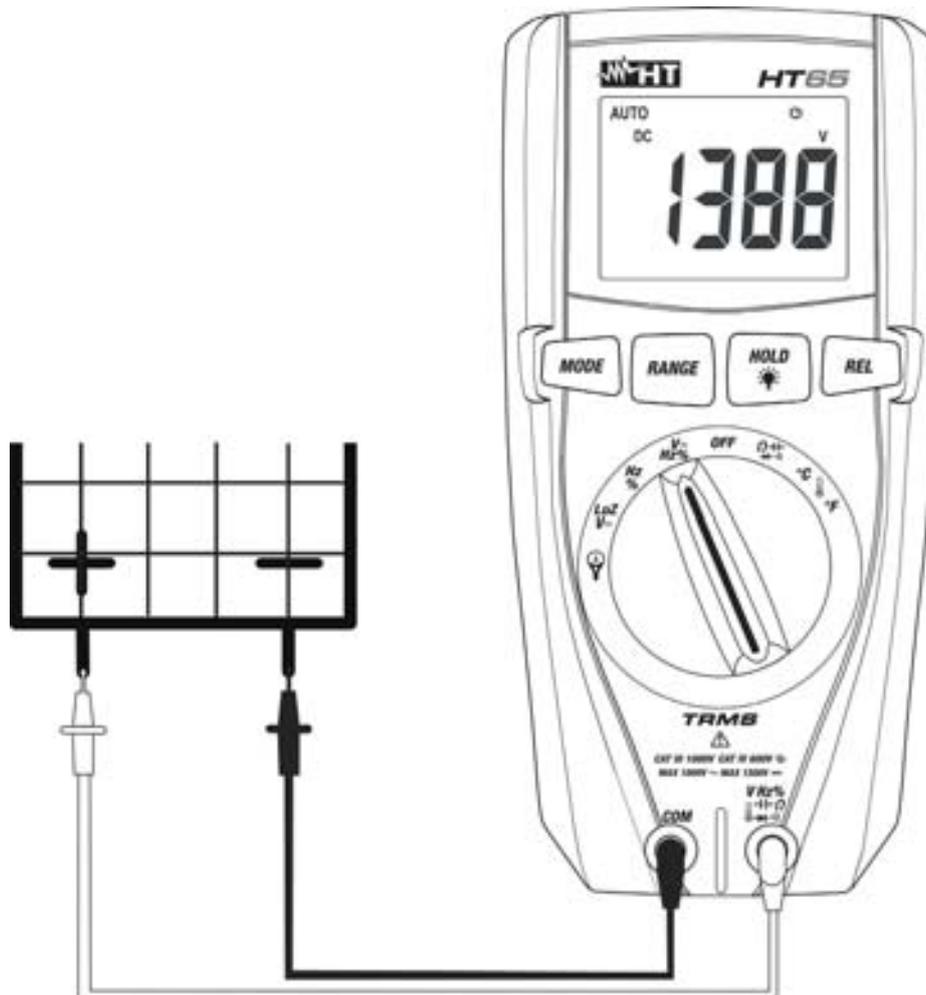

Fig. 2: Uso dello strumento per misura di Tensione DC
4. Posizionare il puntale rosso ed il puntale nero rispettivamente nei punti a potenziale positivo e negativo del circuito in esame (vedere Fig. 2). Il valore della tensione è mostrato a display
6. La visualizzazione del simbolo "-" sul display dello strumento indica che la tensione ha verso opposto rispetto alla connessione di Fig. 2.
4. Posizionare il puntale rosso ed il puntale nero rispettivamente nei punti del circuito in esame (vedere Fig.4) per misura di tensione AC oppure nei punti a potenziale positivo e negativo del circuito in esame (vedere Fig.2) per misura di tensione DC. Il valore della tensione è mostrato a display
6. La visualizzazione del simbolo "-" sul display dello strumento indica che la tensione DC ha verso opposto rispetto alla connessione di Fig.2